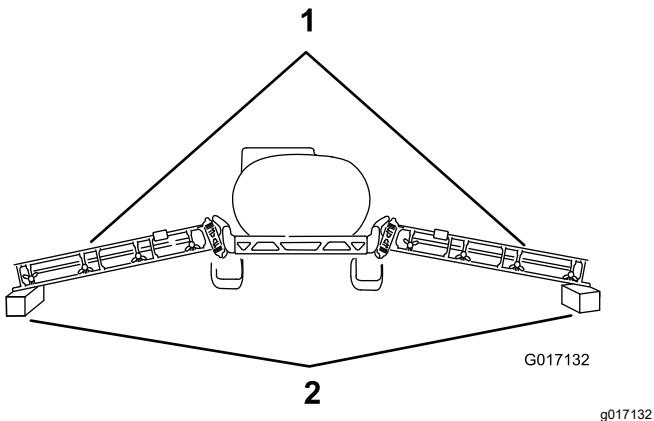

Bild 8
3. Senken Sie die äußeren Auslegerabschnitte vorsichtig auf die Holzblöcke ab (Höhe ca. 10 cm), wie in Bild 8 abgebildet.